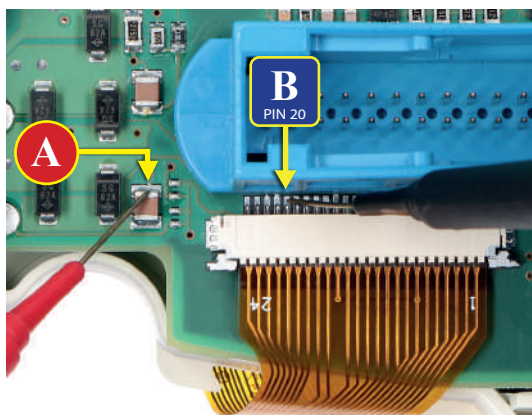
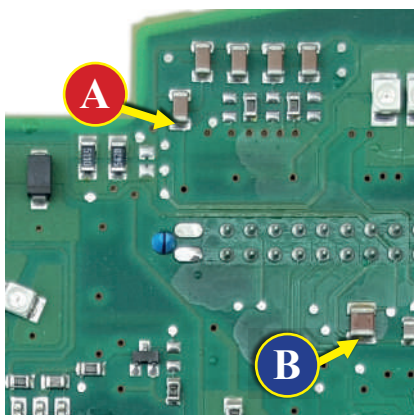

Figura 1
Figura 2
- Se si ha a disposizione un multimetro con puntali ad ago, **misurare la tensione tra i punti A e B sul retro della scheda** (come in figura 1), **ALTRIMENTI** rimuovere le lancette e il pannello anteriore e **misurare la tensione tra i punti A e B sul fronte della scheda** (vedi figura 2).